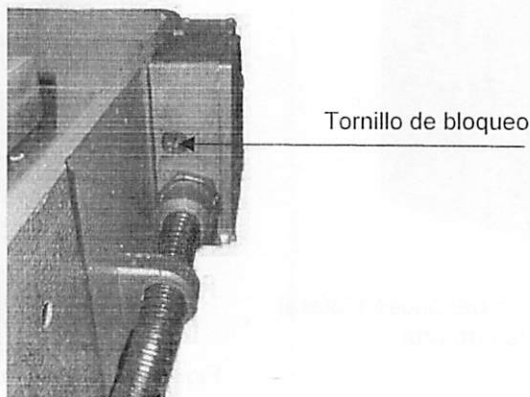

Figura 17. Tornillo de bloqueo de la cubierta.
2. El tornillo de bloqueo está situado en el lateral izquierdo del cierre de la cubierta (ver figura 17).